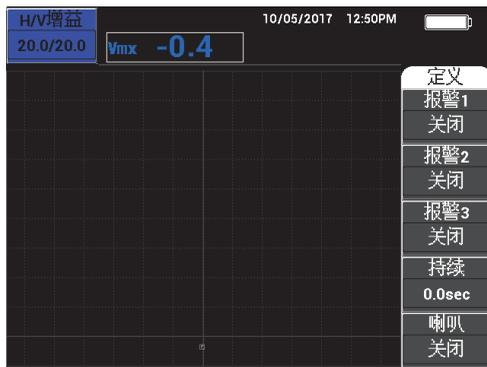

图 5-240 报警定义菜单
**定义菜单**用于启动报警，并设置报警极性、报警被激活的持续时间，以及是否使用音频报警。**定义菜单**中的控制包含**报警 1**、**报警 2**、**报警 3**、**持续**和**喇叭**（参见第 280 页的图 5-240）。单频仪器（NORTEC 600、NORTEC 600C 和 NORTEC 600S 型号）的控制功能说明如下。有关双频模式（NORTEC 600D 型号仪器）报警的更多详细信息，在第 105 页的“双频菜单”中有述。